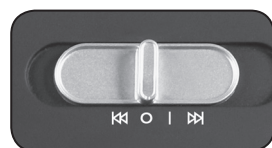

FIGURA 1
1. Este modelo incluye un mecanismo de enclavamiento de seguridad incorporado, que requiere que la máquina destructora de documentos esté correctamente instalada sobre el canasto de los papeles incluido. ¡LA MÁQUINA NO FUNCIONARÁ A MENOS QUE SEA CORRECTAMENTE ARMADA COMO SE INDICA EN LA FIGURA! (FIGURA 1)
- Utilizando el interruptor ubicado en la unidad, seleccione una de las siguientes configuraciones deslizando el interruptor hacia la izquierda o hacia la derecha. (FIGURA 1)